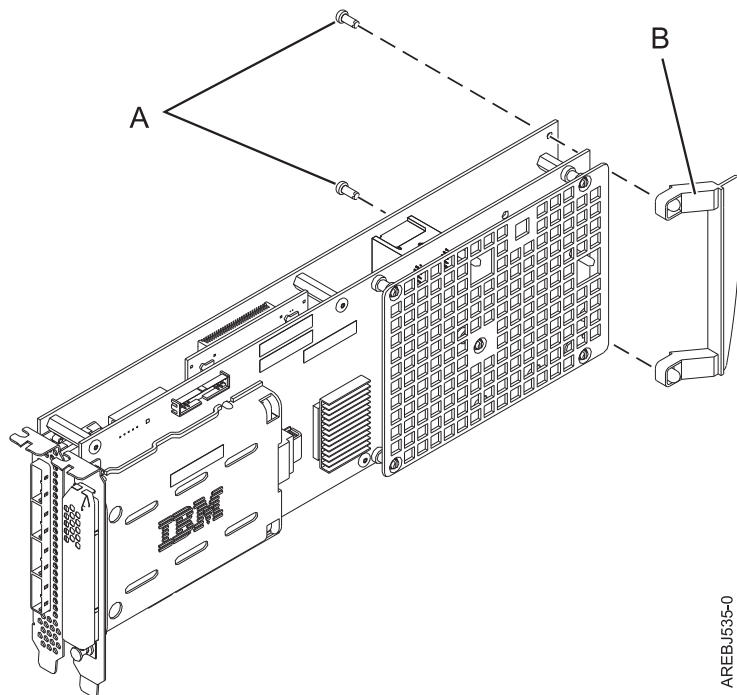

図 33. カセット・アダプター・ハンドルの接続
- a. 47 ページの図 33 に示されているように、アダプター・ハンドル **B** を取り外します。